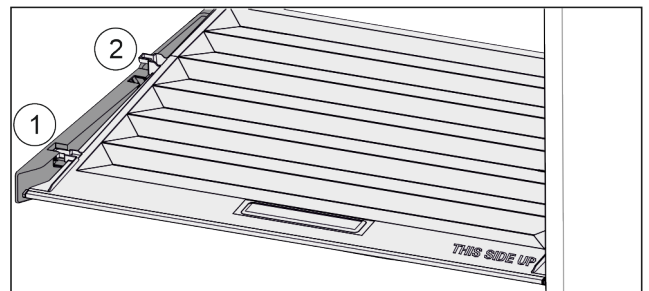

Fig. 43
- ▶ Tirer le couvercle vers l'avant jusque dans l'orifice des pièces de retenue Fig. 43 (1).
- Le soulever par le bas à l'arrière et le sortir par le haut Fig. 43 (2).